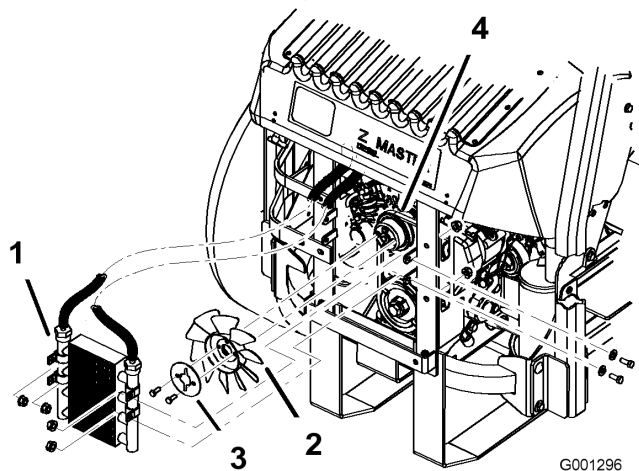

Bild 57
- Nehmen Sie die vier Schrauben ab, mit denen der Ölkühler befestigt ist. Positionieren Sie den Ölkühler seitlich (Bild 57).
- Nehmen Sie die zwei Schrauben ab, mit denen der Lüfter und die Lüfterplatte an der Maschine befestigt ist (Bild 57).
- Montieren Sie den Lüfter und die Lüfterplatte mit den zwei vorher entfernten Schrauben (Bild 57).
- Montieren Sie den Ölkühler mit den vier vorher entfernten Schrauben (Bild 57).